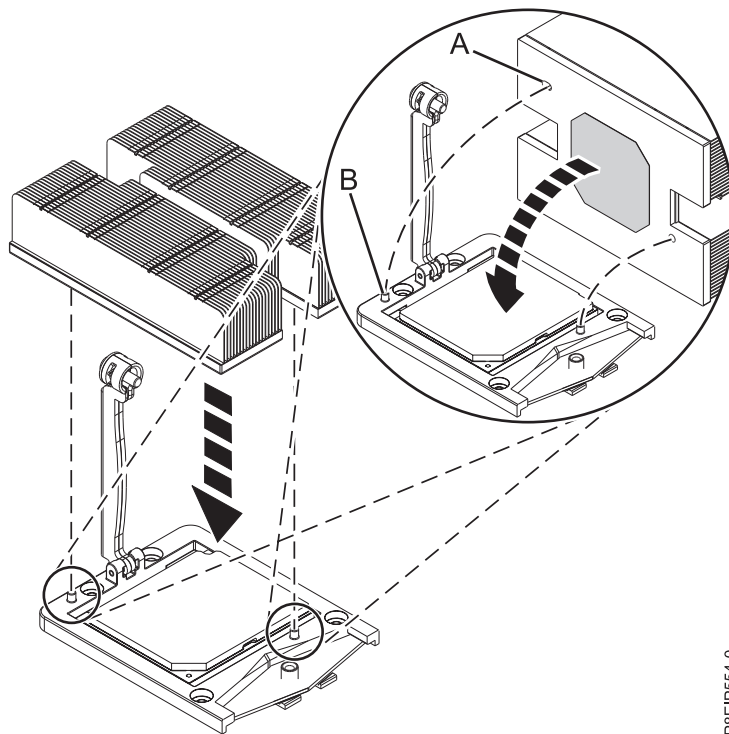

Figure 55. Installation du dissipateur thermique
10. Déplacez le dissipateur thermique du processeur vers le processeur. Abaissez avec précaution le dissipateur thermique sur le module processeur système en prenant soin d'aligner les trous du dissipateur thermique (A) avec les deux broches de guidage (B) du support, comme illustré dans la figure 55.